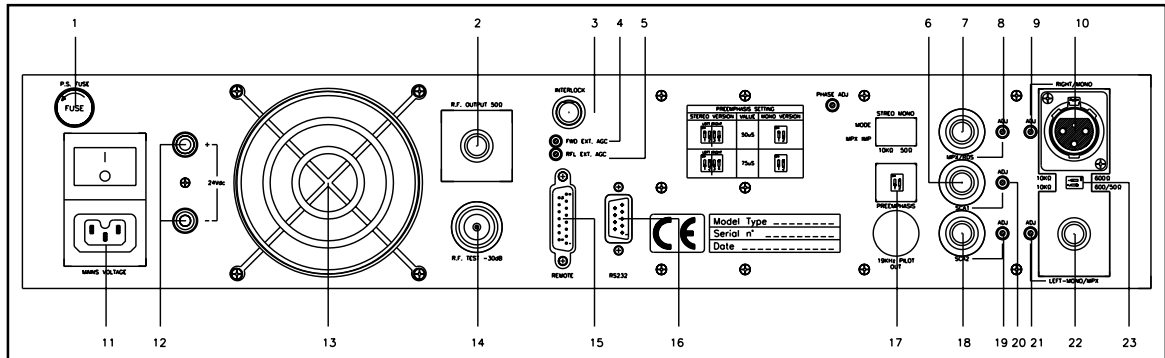

figura 6.2
- Preenfasi versione mono (switch [17] Figura 6.2):
- Impedenze di ingresso versione mono (switch [23] Figura 6.2):
- Modalità di funzionamento/impedenza ingresso MPX ([8] Figura 6.3) (switch [6] Figura 6.2):